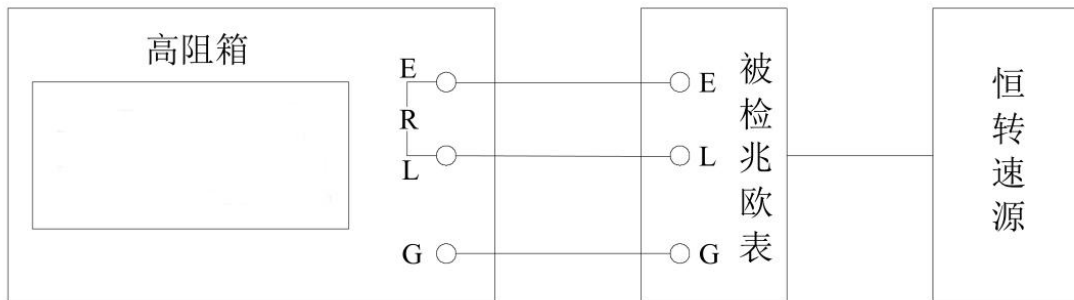

图 5
5.2.1 按图 5 要求接线（同名端相接）。
5.4.1 按图 5 要求接线。